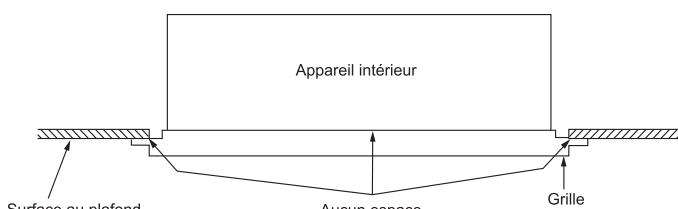

Fig. 6
- Serrez les 4 vis de fixation (2) situées près des angles et installées à l'étape 6.
**Dans le cas contraire, de l'air risque de s'échapper par cet espace, provoquant un écoulement d'eau de l'unité interne. (Fig. 6)**